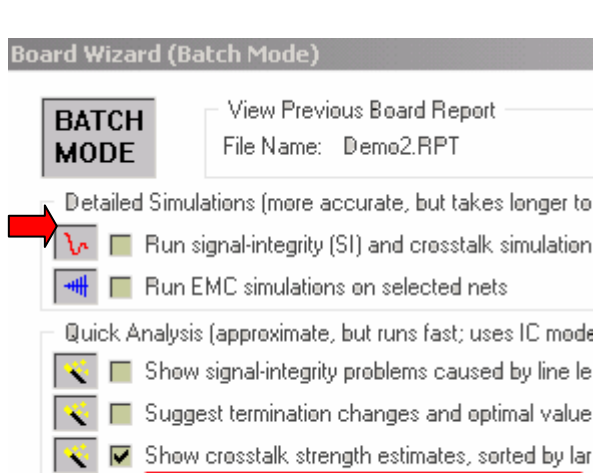

图10 批模式干扰仿真首页设置：只选干扰强度一项
- 2) 在这页除了在快速仿真区的“show Crosstalk Strength Estimates”项，将其余全部关闭。（图 10）
- 1) 从 Wizards 菜单选择“Board Wizard”，在首页的“Detailed Simulations”区域，允许第一个选择框“Run SI and Crosstalk Simulations on Selected Nets”，并且屏蔽其它所有选项。图 10 中红色箭头所指的选择项。然后执行下一步 Next。